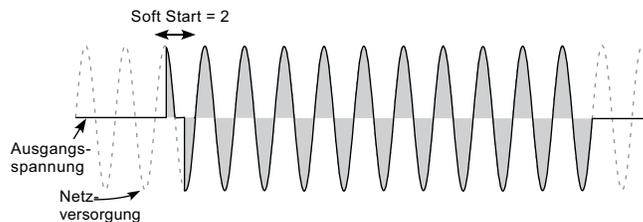

Abbildung 6.13c Soft Start Beispiel
- Soft Start Nur für Impulsgruppenbetrieb. Dies ist die Soft Start Dauer in halben Netzperioden, die eine Phasenanschnitttrampe am Beginn jeder Periode anwendet (Abbildung 6.13c).